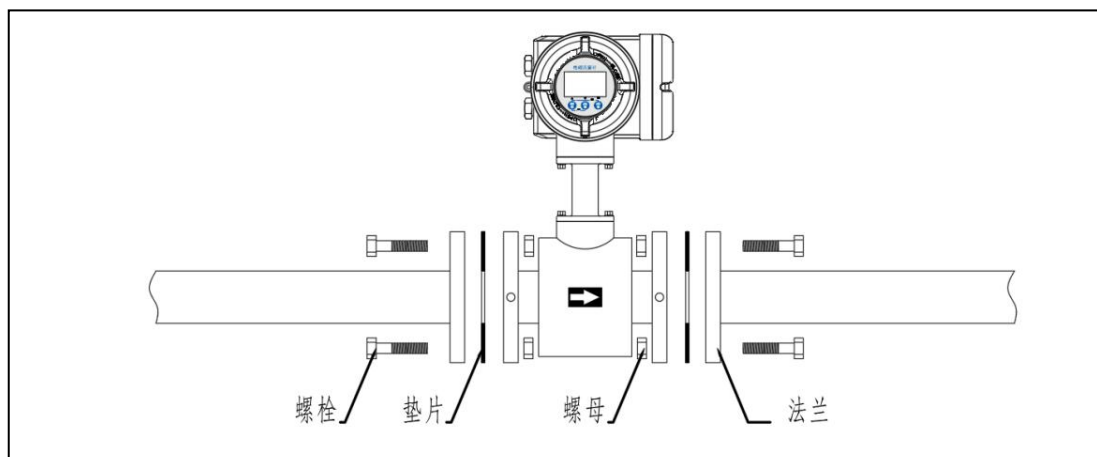

图 4.3.1 一体化电磁流量计的安装
- 2) 如图 4.3.1 所示，螺栓从管道法兰一侧插入，另一侧用螺母固定，并拧紧。